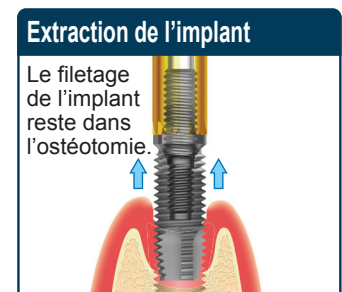

Fig. 7
- Après avoir extrait l'implant (Fig. 7) avec l'extracteur d'implant en place, serrez fermement l'implant dans un étau (Fig. 8), et faites tourner l'extracteur d'implant dans le **sens horaire**. Conservez l'extracteur d'implant.